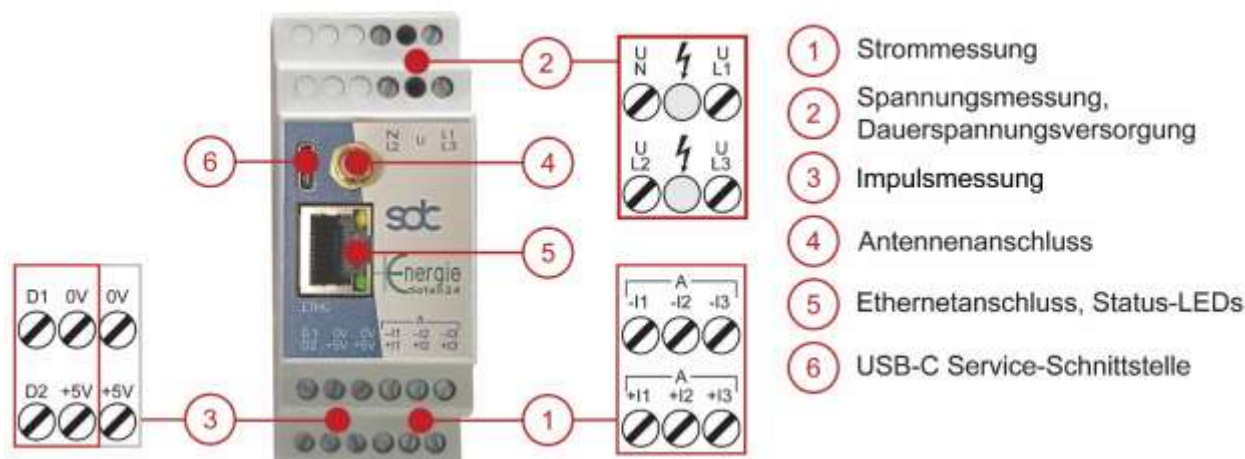
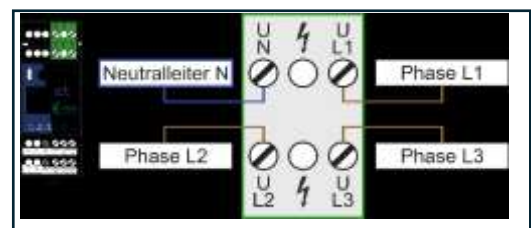

Abb. 1.1: sdc Smart Data Meter E+
Abb. 4.1
2. Die Schraubklemmen der Strommessstellen befinden sich auf der unteren Gerätefront des Messgerätes (Abb. 1.1/1, Anschlussschema Tab. 3.1, Tab. 3.2).
1. Die Messspannungen L1, L2, L3, N sind an die Klemmen der oberen Gerätefront anzuschließen (Abb. 1.1/2, Abb. 4.1)
Die Antenne (falls im Lieferumfang enthalten) ist außerhalb eines Schaltschranks zu platzieren, das Antennenkabel wird an der Gerätefront angeschlossen (Abb. 1.1/4).
Das sdc Smart Data Meter E+ kann über die Front-seitige ETH0, RJ45 Buchse (Abb. 1.1/5) mit einem Ethernet-Kabel in ein lokales Netzwerk (LAN) eingebunden werden. Die werkseitig eingestellten IP-Adressen entnehmen Sie bitte dem Lieferschein.
Die frontseitigen LEDs (Abb. 1.1/5) zeigen den Status der Energiemessstellen des sdc Smart Data Meter E+ an.